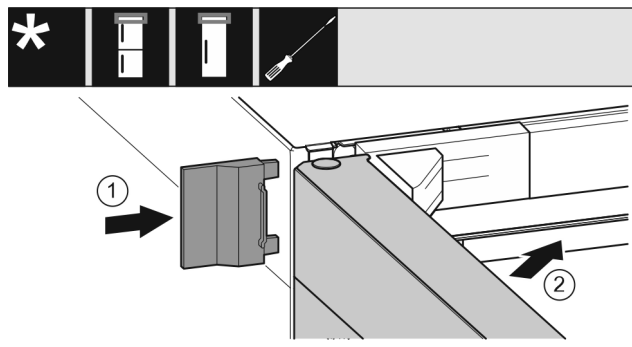

Fig. 25
- ▶ Buitenste afdekking Fig. 25 (1) erop schuiven.
- ▶ Bovenste deur Fig. 25 (2) sluiten.